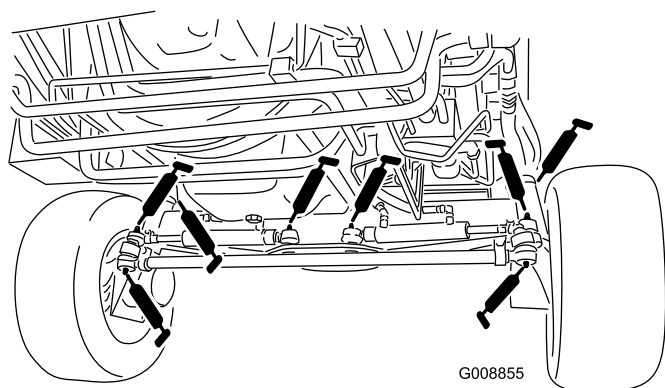

Figure 50
- Rotules de vérin de direction (4) (Figure 50)
- Rotules de biellettes (2) (Figure 50)
- Bagues de pivots de fusées (2) (Figure 50)